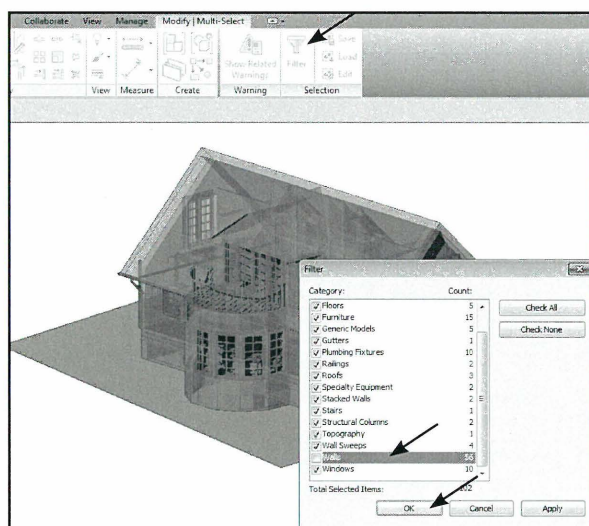

Fig. 15.11. Marker alt igen og klik på *Filter*.
- Klik *Filter* (Fig. 15.11).
- Fjern fluebenet i *Walls* (Fig. 15.11) og klik *OK*.